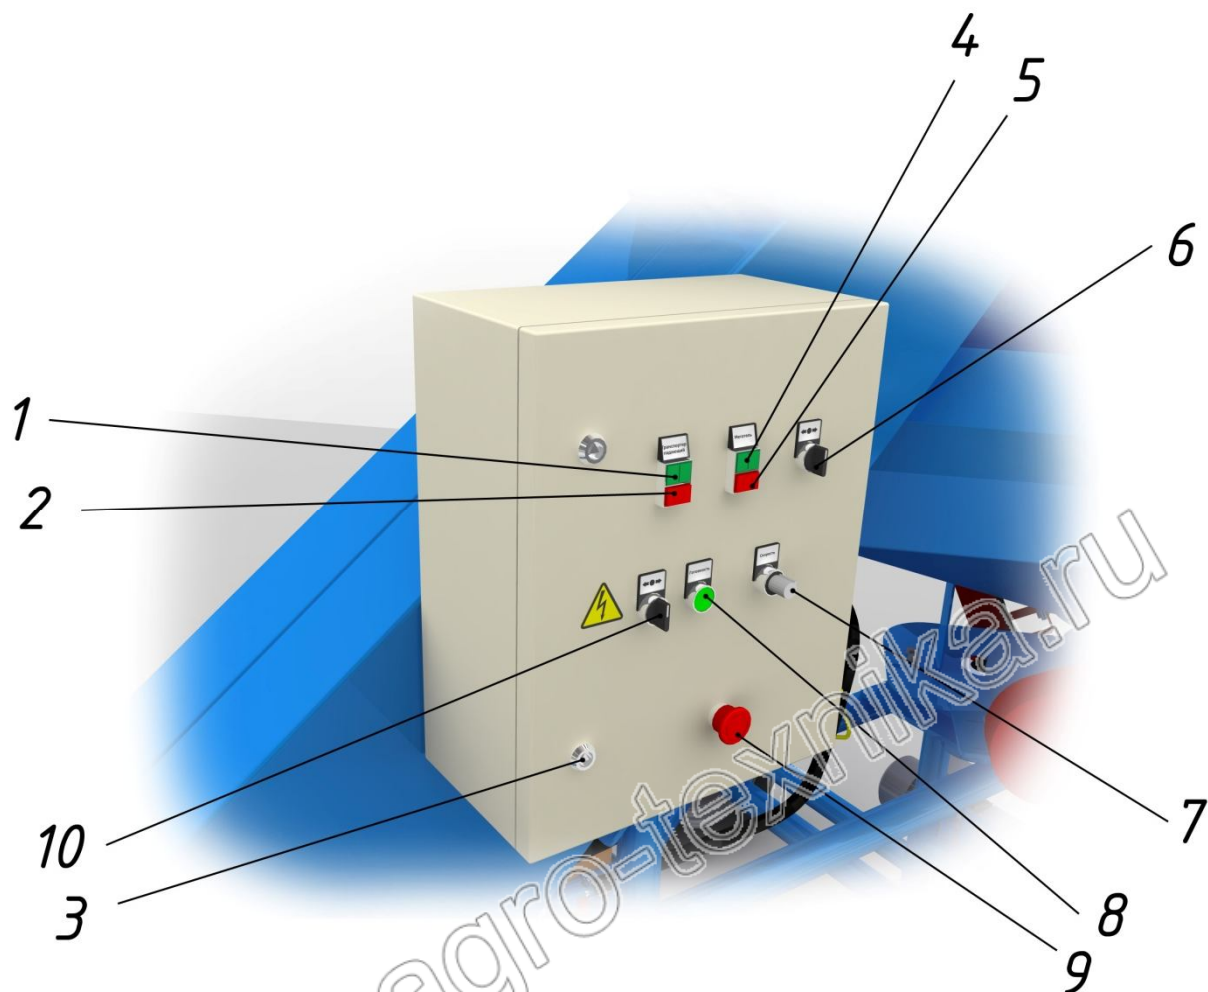

Рис.12 Щит управления
- включите кнопку «готовность» (рис. 12 поз. 10);
- переключите протравливатель семян в ручной режим (рис. 12 поз. 10);
- включите протравливающую приставку (рис. 12 поз. 4);
- включите электродвигатель транспортера загрузочного (рис. 12 поз. 1);
- убедившись в нормальной работе загрузочного транспортера и протравливающей приставки, включите механизм самохода (рис. 12 поз. 6);
- регулировка скорости осуществляется реостатом (рис. 12 поз. 7)
После этого включите на щите управления кнопку «готовность» (рис. 14 поз. 8) для включения блоков электрической цепи. Затем запустите электродвигатель триммера (рис. 12 поз. 4), электродвигатель загрузочного транспортера (рис. 12 поз. 1).
- переключите протравливатель семян в автоматический режим (рис. 12 поз. 10);
Кнопка «общий стоп» (рис. 12 поз. 9) позволяет произвести полную остановку машины.